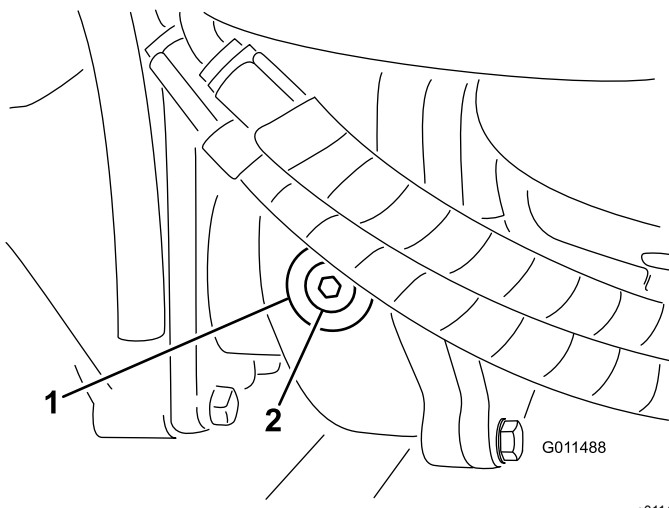

Figure 60
2. Enlevez le bouchon de contrôle/remplissage du côté gauche du boîtier d'engrenages et vérifiez que le lubrifiant atteint la base de l'orifice (Figure 60).